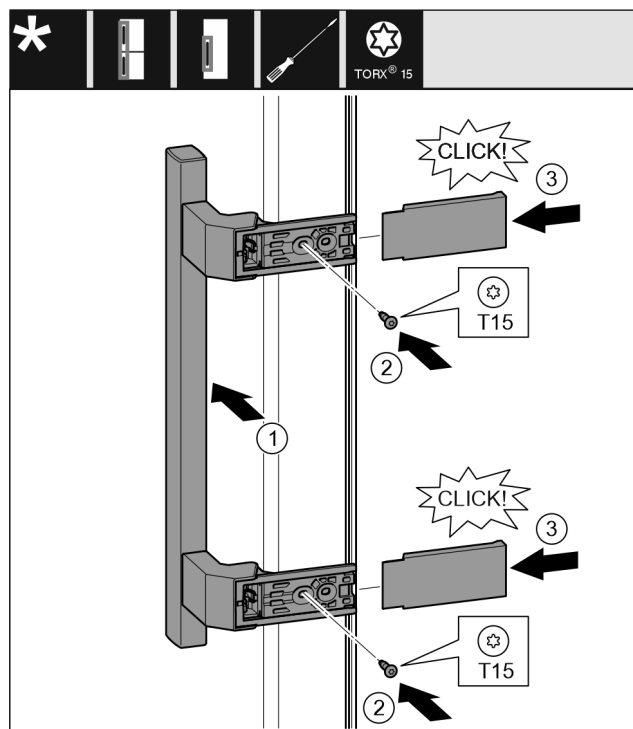

Fig. 40
- Поставете дръжката от другата страна. Fig. 40 (1)
- Затегнете винтовете с отвертка T15. Fig. 40 (2)
- Поставете отстрани капците и ги нахлузете. Fig. 40 (3)